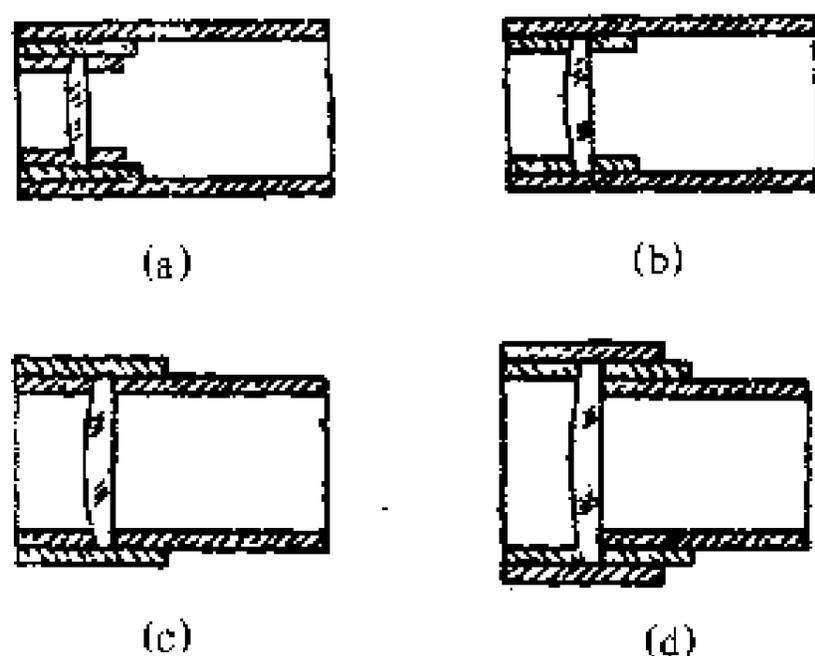

图 75 镜片安装的几种方法
⑤镜片的安装。要根据镜片和镜筒的具体情况采用不同的方法，如图 75 所示。其中 (a) 是镜片直径小于镜筒内径，(b) 是镜片直径等于镜筒内径，(c) 是镜片直径等于镜筒外径，(d) 是镜片直径大于镜筒外径。一般来说，为了把镜片固定在镜筒中，要分别不同情况附加镜片套筒。另外，在目镜镜筒的末端，要加一段卷纸，以免整个目镜镜筒滑进物镜镜筒内。